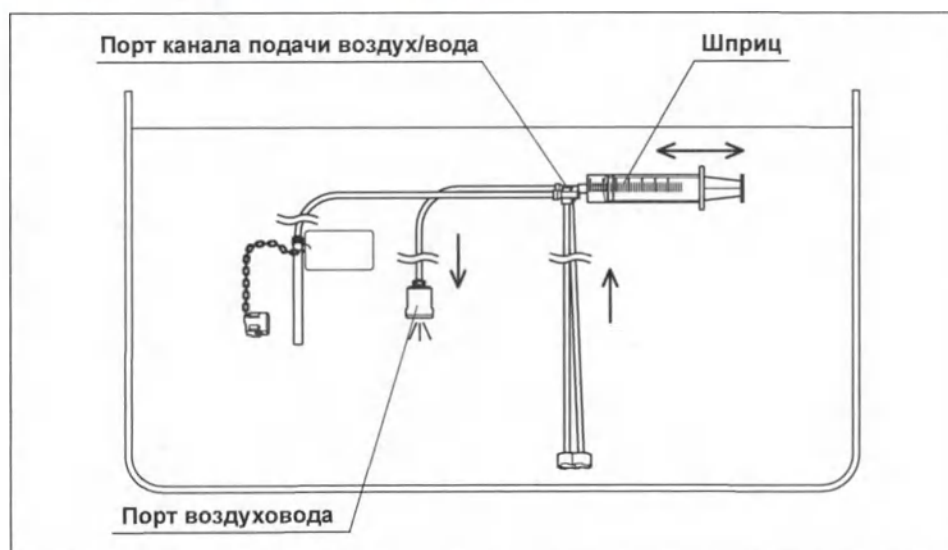

Рисунок 6.33
- 5 Полностью погрузив шприц и инъекционную трубку в воду для промывания, медленно оттяните поршень шприца, чтобы заполнить шприц водой для промывания. Затем надавите на поршень, чтобы промыть канал подачи воздух/вода инъекционной трубки 30 миллилитрами воды для промывания. Убедитесь в том, что во время промывания из порта воздуховода не выходят пузырьки воздуха. (см. рис. 6.33)